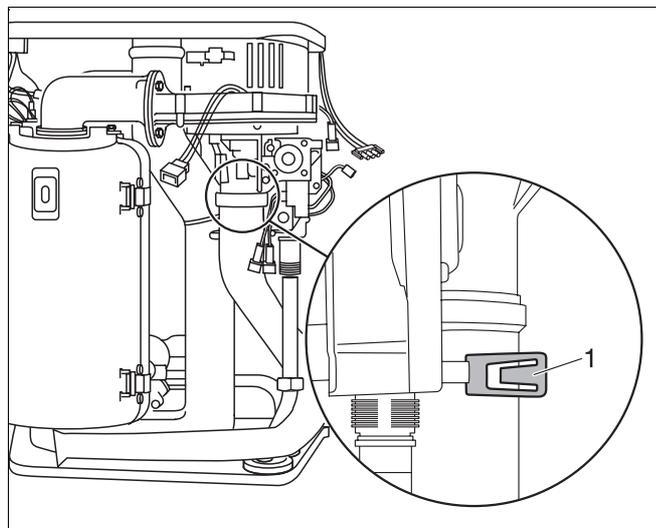

Fig. 56 Sostituzione ventilatore Logamax plus GB122: estrarre il tubo di aspirazione dell'aria
- Rimuovere la piastrina di sicurezza esercitando una pressione (fig. 56, pos. 1).